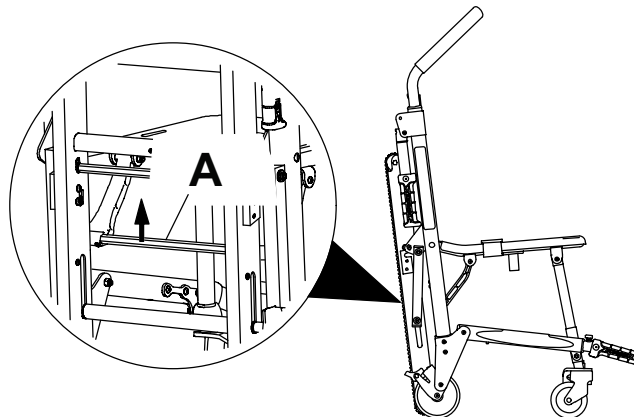

Abbildung 2 – Zusammenklappen des Stuhls
4. Die rote zusammenklappbare Verriegelungsstange (A) des Stuhls an der Rückseite des Stuhls nach oben ziehen (Abbildung 2).